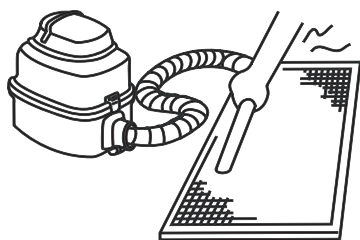

Figure 6-8
- a. Strona wlotu powietrza powinna być skierowana w górę, jeśli używasz odkurzacza. (patrz Rys. 6-8).